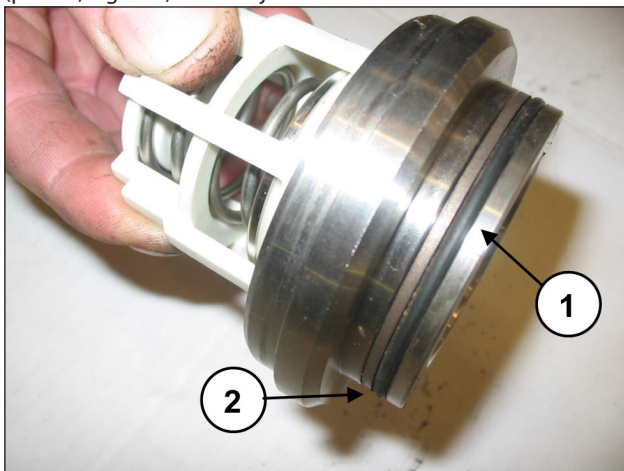

Fig. 123
Montar la junta tórica, pos. dibujo desglosado 6 (pos. ①, Fig. 123) y la anilla antiextrusión, pos. dibujo desglosado 14 (pos. ②, Fig. 123) en el alojamiento de la válvula de envío.